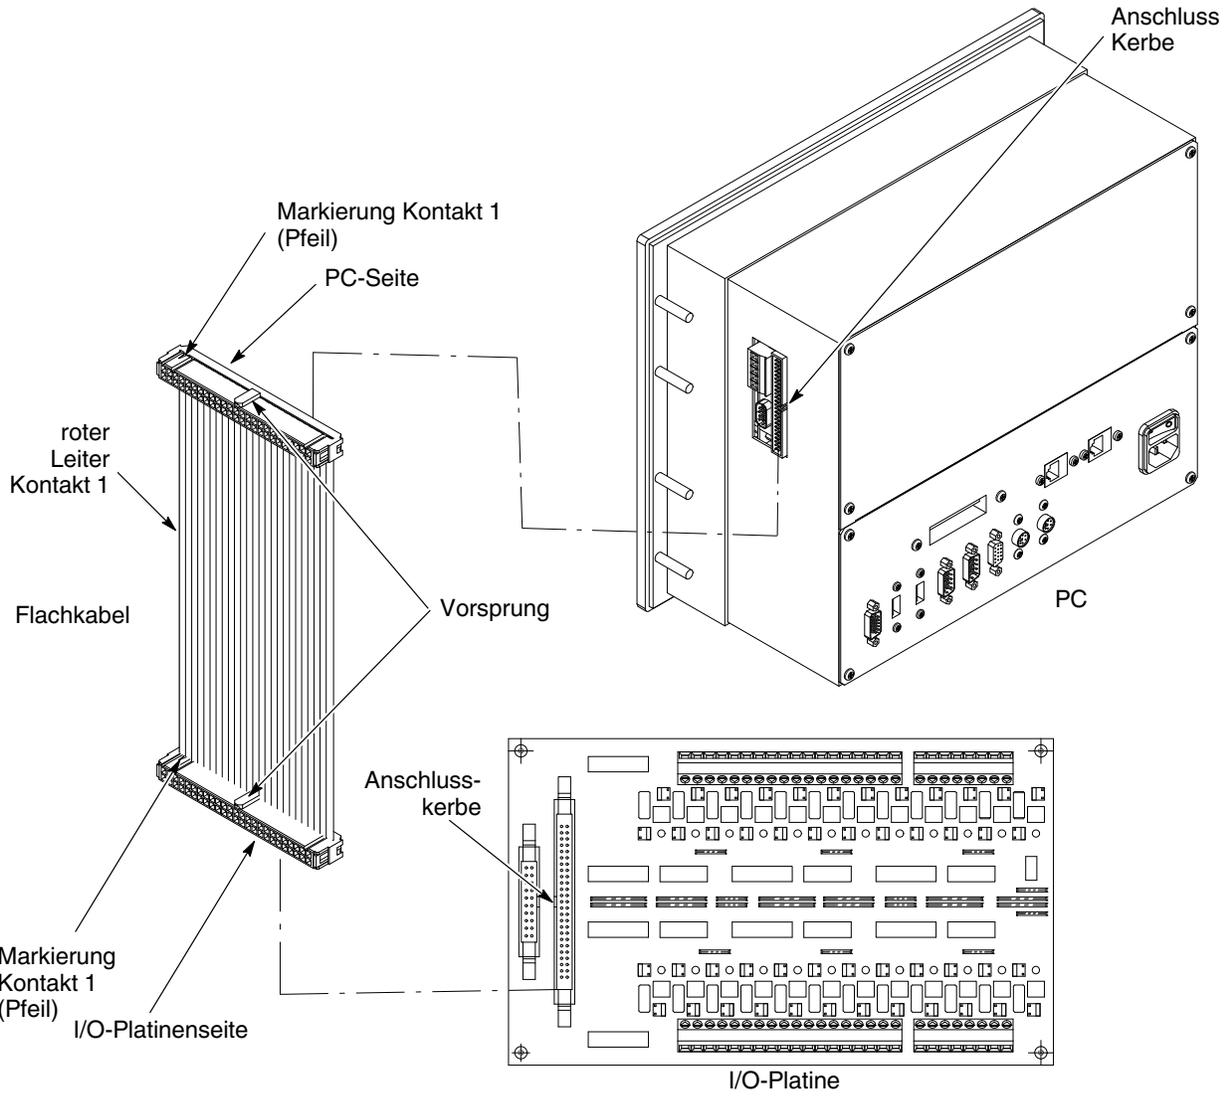

Abb. 5-4 Anschlüsse des Flachbandkabels Computer-I/O-Platine
3. Siehe Abb. 5-4. Ein neues Flachbandkabel wird mit dem PC geliefert. Damit den PC mit dem digitalen Eingabemodul verbinden.